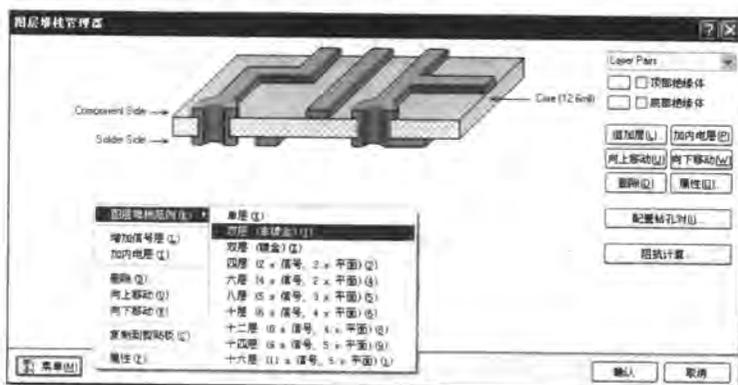

图 8-120 设置为双面板
- [2] 执行【设计】/【层堆栈管理器】命令，打开【图层堆栈管理器】。单击 按钮，在打开的菜单中选择【图层堆栈范例】/【双层（非镀金）】命令，如图 8-120 所示。设置完毕，单击 按钮关闭。